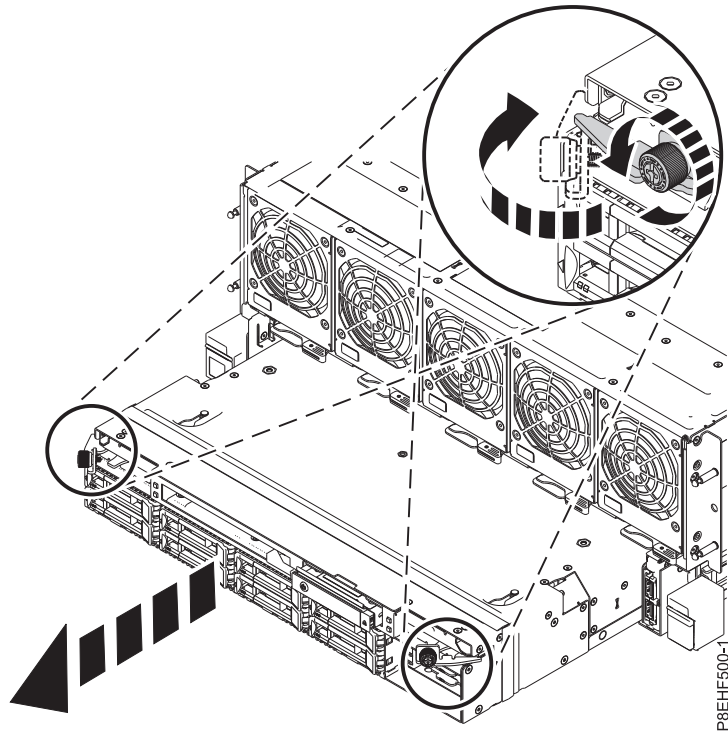

Abbildung 6. RAID-Baugruppe aus dem System ausbauen
3. Drehen Sie die Rändelschrauben in die in Abb. 6 auf Seite 10 dargestellte Richtung. Ziehen Sie die Verriegelungen heraus und nehmen Sie die RAID-Baugruppe wie in Abb. 6 auf Seite 10 dargestellt aus dem System.